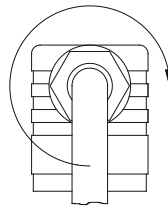

Abb. 9
- ↪ Drücken Sie das Innenteil ⑧ bis zum Einrasten in die Leitungsdose ②.
- ↪ Stecken Sie die Zentralschraube ⑥ in die Leitungsdose ② und ziehen Sie die Kabelverschraubung ⑤ an (→ Abb. 9).